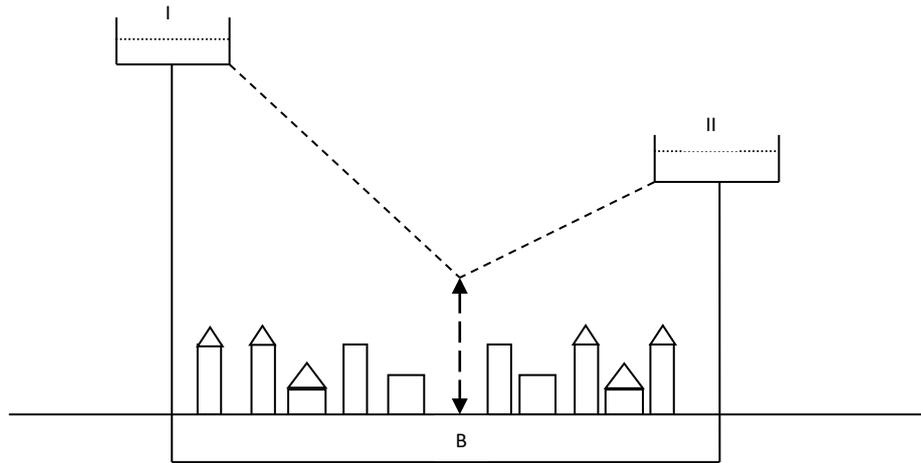

Figure 2: réservoirs d'équilibre.
La conduite de liaison, de par son diamètre et sa pente hydraulique, conditionne le débit qui va alimenter le deuxième réservoir (II). Ce débit doit être suffisant pour que (II) soit plein au début de la matinée figure 2.